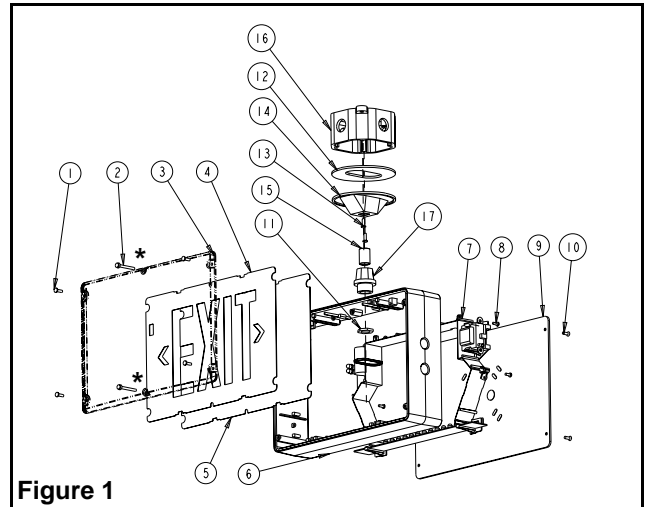
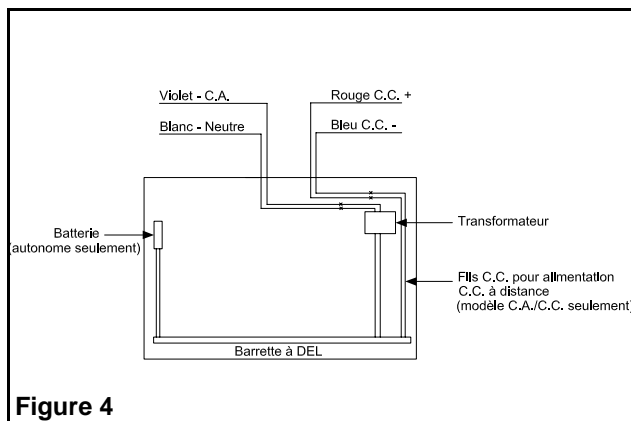

Figure 1
Figure 4
#### Montage au plafond (figure 1)
- d. S'assurer que la vis de retenue est accessible (voir figure 1, pièce n° 13). Utiliser les vis de la boîte de jonction pour fixer le couvercle à la boîte de jonction.
- f. Défoncer le trou situé sur le dessus du cadre. Il est important de défoncer le trou de gauche. Ce trou servira au montage (voir figure 1). Soutenir le cadre à l'aide de deux blocs de bois espacés à un pouce maximum. Enlever les trous défonçables en frappant d'un coup sec à l'aide d'un marteau et d'un tournevis. Débarrasser les trous de toute bavure, afin de permettre un bon contact avec le raccord fileté.
2. **Connexions électriques:** Connecter le transformateur, à l'intérieur du boîtier, puis l'autre extrémité à la ligne C.A. dans la boîte de jonction. Connecter le conducteur blanc au neutre et le conducteur violet à la C.A. (entrée universelle 110 à 347 V C.A.). (Voir figure 4). Connecter le fil de mise à la terre (fil vert) à la boîte de jonction.
- Option :** Pour les modèles C.A. utilisés avec l'alimentation C.C. à distance: Une extrémité sera connectée aux conducteurs de la barrette à DEL, à l'intérieur du boîtier, puis l'autre extrémité sera connectée à l'alimentation C.C. dans la boîte de jonction. Connecter le conducteur rouge au positif, et le conducteur bleu au négatif de l'entrée C.C. à distance (voir figure 4).
- Pour le montage mural :** Fixer le cadre(6) à la boîte de jonction à l'aide des vis ainsi que des rondelles dentelées fournies afin d'assurer une continuité électrique.
5. Installer la lentille au moyen des vis inviolables. Les o-bagues doivent être installées sur les vis du centre entre la lentille et le cadre comme montré dans figure 1. **Les vis inviolables devraient être serrées de manière égal à environ 5 lb-po (0,6 N-m).**